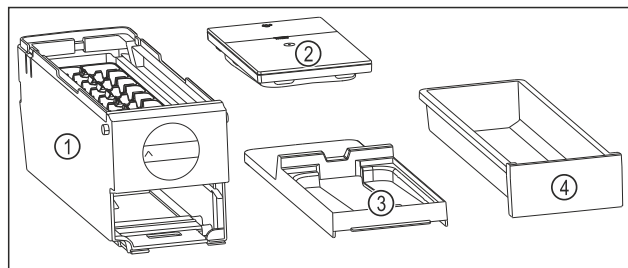

Fig. 78 Součásti EasyTwist-Ice
- ▷ EasyTwist-Ice je rozebrán na čtyři části. (viz Fig. 78)
- ▶ EasyTwist-Ice rozebírejte pouze na zobrazené součásti. (viz Fig. 78)
- ▶ Korpus EasyTwist-Ice Fig. 78 (1) vyčistěte jako celek.